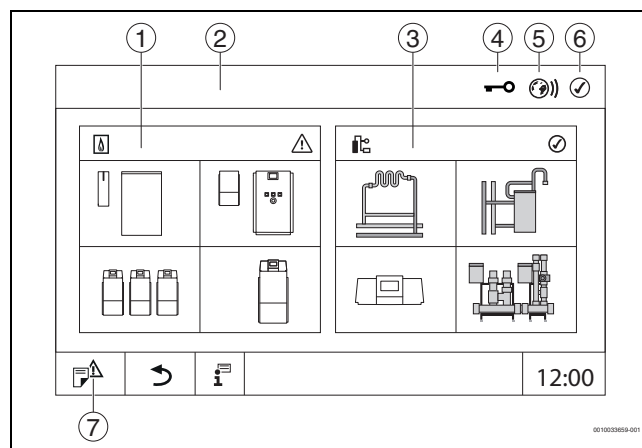

Fig. 3 Prezentare generală a sistemului (exemplu)
- ▶ Apăsați **Instalație** (→ Fig. 3, [3], pagina 7).